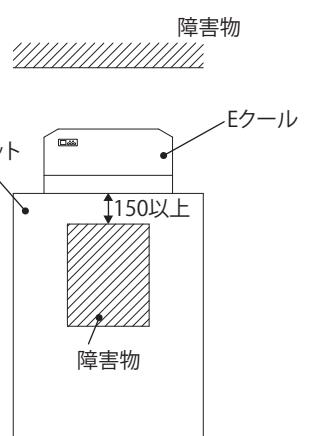

図1 障害物からの距離
- 吸気口および排気口の通風を妨げたり塞がないよう、また、排気が直接本製品吸気口に流入しないように取付位置に注意してください。能力低下と結露の原因になります。障害物からの距離をキャビネット内側で150mm以上離すことをおすすめします。(図1)